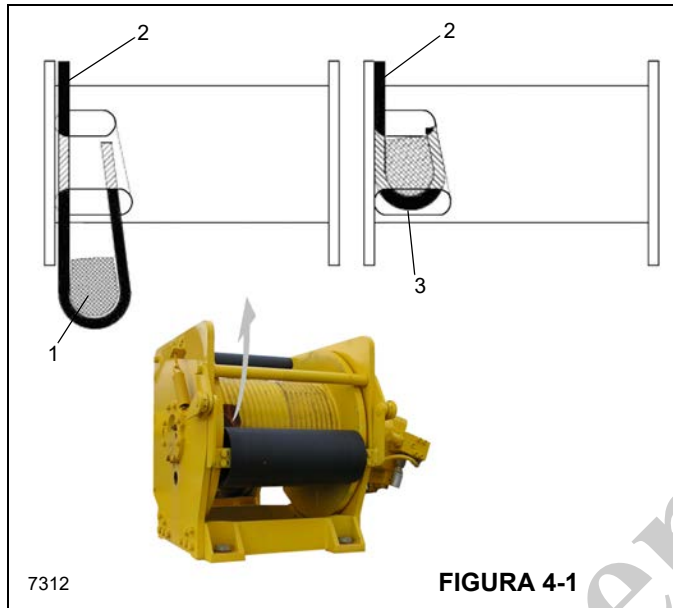

FIGURA 4-1
3. Insira o cabo através da fenda e posicione-o ao redor da cunha de fixação (1) Figura 4-1.